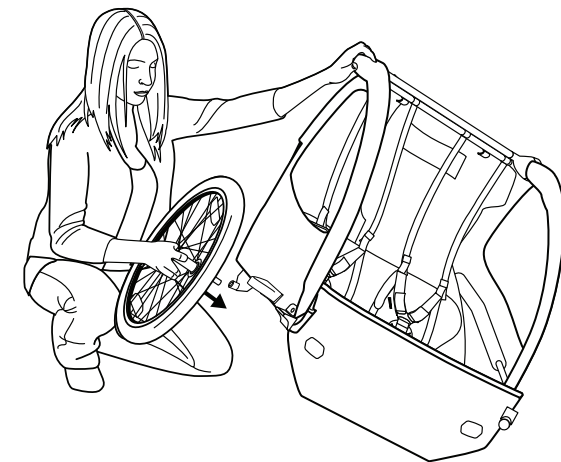

Abbildung 6
2. Schieben Sie die Radachse in die Achsenhalterung und lassen Sie den Knopf anschließend los. Ziehen Sie fest an dem Rad, um sich zu vergewissern, dass die Achse vollständig eingerastet ist. (Abbildung 6)